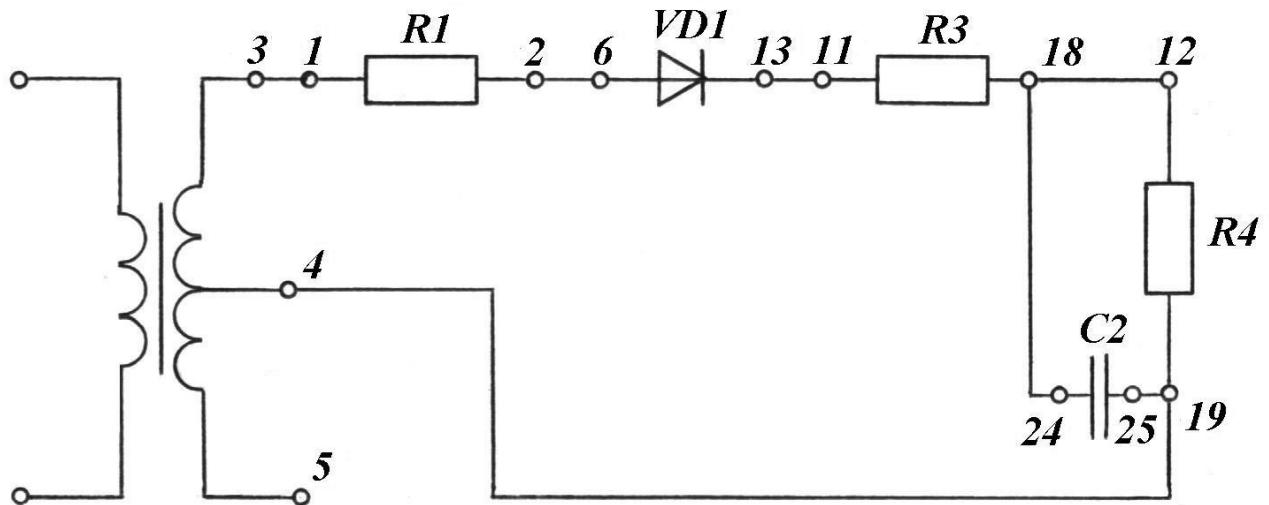

Рисунок 10.3 – Схема однополупериодного выпрямителя
2.1. Используя собранную предыдущую схему, дополнительно подключить параллельно нагрузке  $R_4$ , конденсатор  $C_2$  (рисунок 10.3).